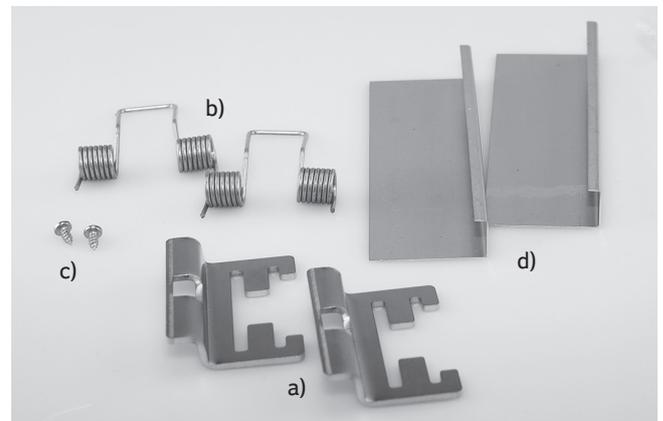

Abb. 1
Prüfen Sie bitte vor der Installation, ob die korrekte Anzahl an **SNAP-IN FIO Einbausätzen (Art.-Nr. 13906)** (Abb. 1) mitgeliefert worden ist. Einige unserer LED Panel benötigen 2 oder auch 3 dieser Einbausätze.
- 2x Halteelement (Abb. 1, a)
- 2x Doppelschenkelfeder (Abb. 1, b)
- 2x Senkkopfschrauben M4 x 8 mm (Abb. 1, c)
- 2x Schutzelement (Bieeteile) (Abb. 1, d)